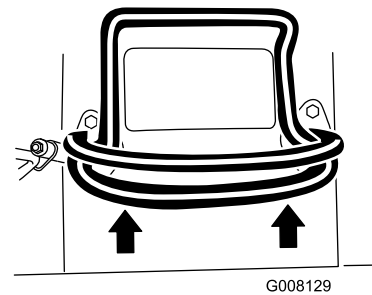

Figure 7
- Pour vous déplacer en marche avant, poussez la commande de déplacement en avant (Figure 7).
**Regardez derrière vous lorsque vous faites marche arrière et gardez toujours les mains sur la barre de référence (Figure 7).**